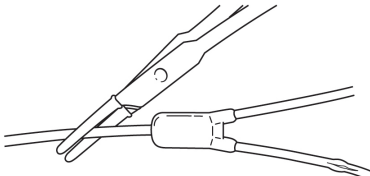

Fig. 10
1. Prepare a área. Firmemente prenda o cateter distalmente em relação ao tubo Y com um fórceps de borracha. (Fig. 10)